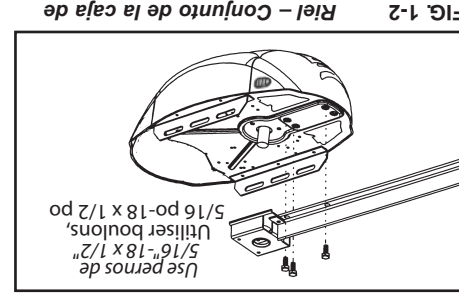

FIG. 1-2 Riel – Conjunto de la caja de control
1. Acople el conjunto del riel a la caja de control alineando el piñon en el eje del motor. Use (3) pernos de 5/16"-18 x 1/2" (Fig. 1-2).
1. Fixer le rail à la tête motorisée en alignant le pignon sur l'arbre du moteur. Utiliser (3) boulons, 5/16 po-18 x 1/2 po (Fig. 1-2).